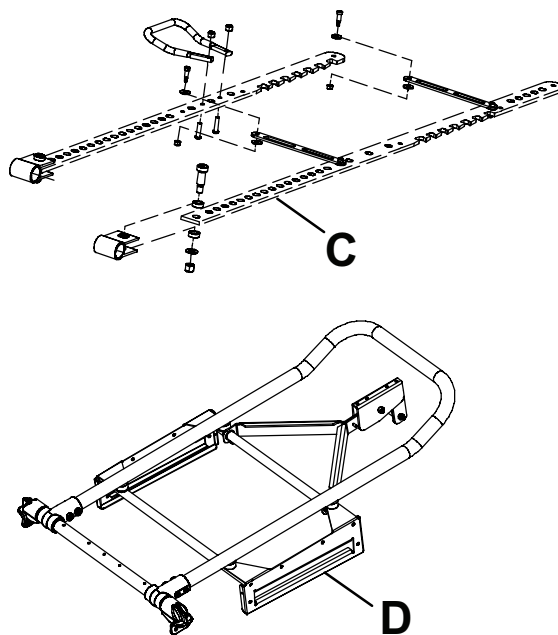

Figura 26 – Bastidores de ajuste de altura y placas deslizantes
4. Aplique **Tri-Flow™** a los bastidores de ajuste de altura derecho e izquierdo (C) (Figura 26). Aplique uniformemente.
5. Aplique **Tri-Flow™** a las placas deslizantes derecha e izquierda (D) (Figura 26). Aplique uniformemente.